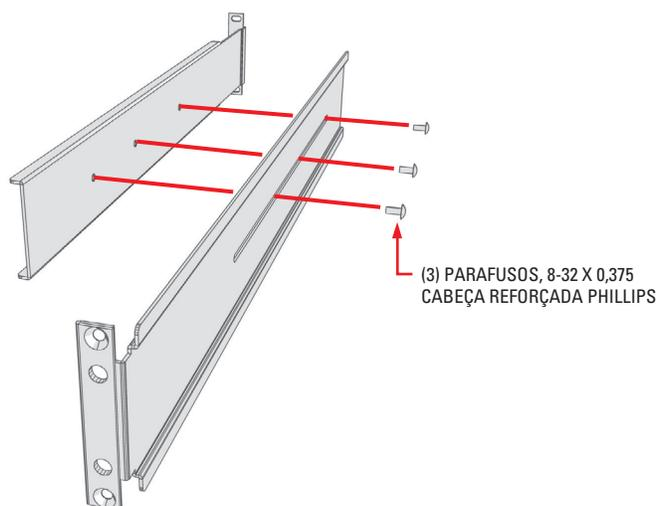

Figura 6. Montagem do trilho de suporte
3. Encaixe um trilho para montagem frontal (fornecido) em um trilho para montagem traseira (fornecido). Monte os trilhos com as partes posteriores encostadas, como mostra a Figura 6. Utilize três parafusos Phillips de 8-32 x 0,375" de cabeça reforçada (fornecidos) em qualquer orifício disponível. Deixe os parafusos soltos até a etapa 8.